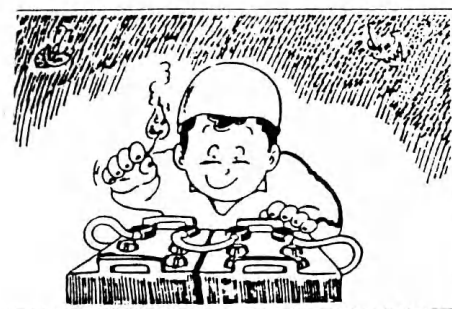

图 1-44
- ✧ 绝对不能把点着的香烟或明火靠近蓄电池。（图 1-44）